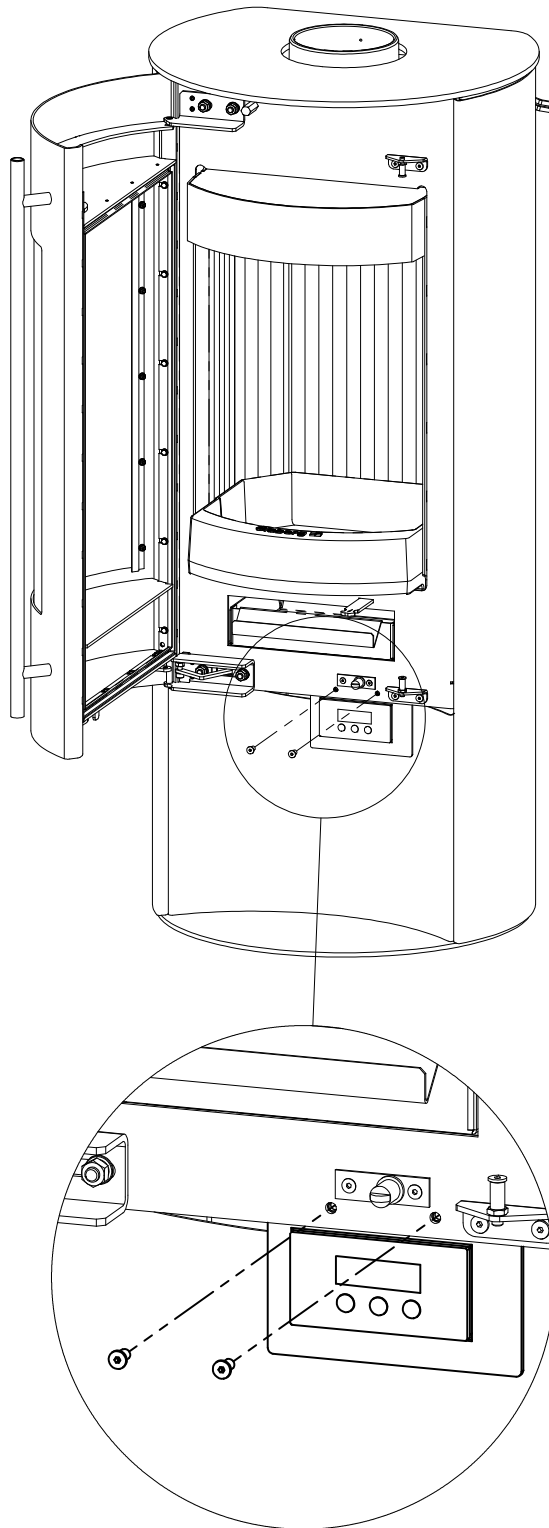

Fig.4
- Elektronik mit den beiliegenden Innensechskantschrauben am Gerät anschrauben (Fig.4)